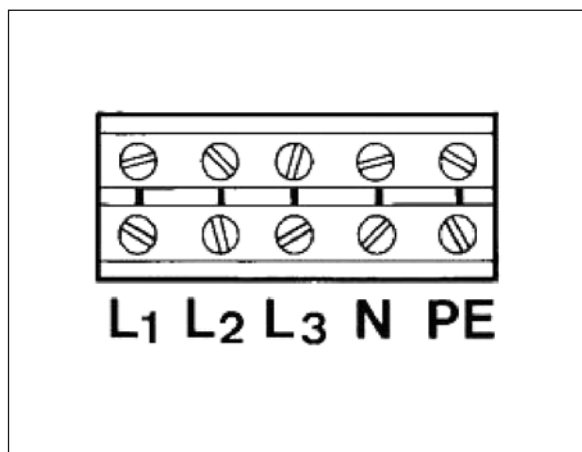

Abb.3
Anschluss an die Hausleitung (Abb.3)
Einführöffnung des Kabels (Abb.3,1) nach Anschliessen wieder staubdicht verschliessen.
- Um die Hauptsäge zu starten, der Start-Knopf drücken (Fig. 3)
- Nach ungefähr 8 Sekunden den Sterndreieck-Schalter (4) in die Position "Dreieck" stellen. Diese Verzögerung ist erforderlich um den Motor volle Geschwindigkeit vor Schaltung zu "Dreieck" erreichen zu lassen.
- Der Vortiz-Motor starten durch drücken des Start-Knopfes (6); das ist nur möglich mit der Hauptsäge-Motor in betrieb.
- Durch drücken des Halt-Knopfes (5) wird der Vortiz-Motor angehalten, wenn der Notstopp (1) benützt wird, werden beide Motoren angehalten.